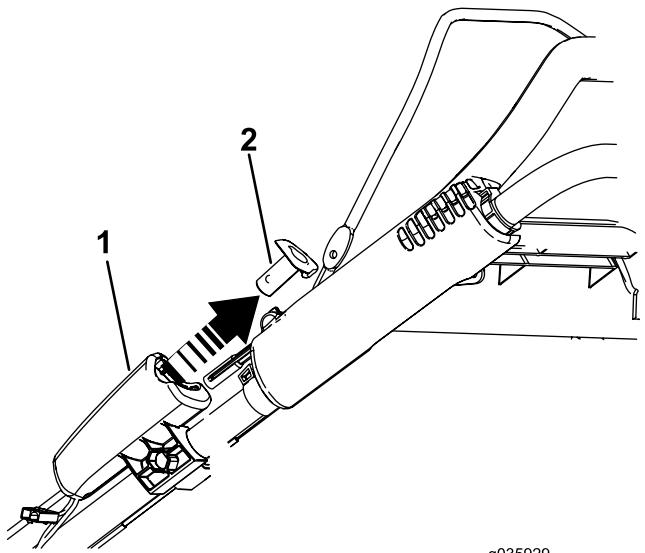

Figura 27
1. Rimuovete il pulsante di avviamento elettrico (Figura 27).